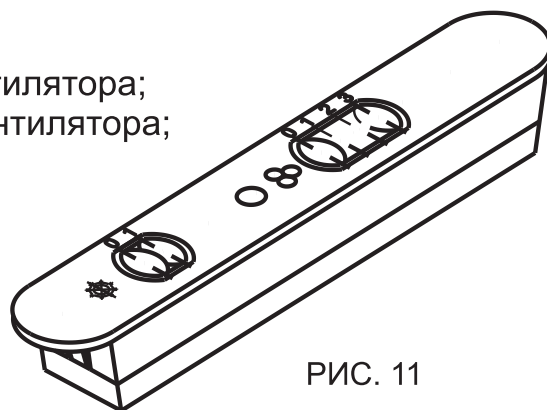

РИС. 11
7.2 Управление зонтом производится при помощи ползункового переключателя (рис. 11).